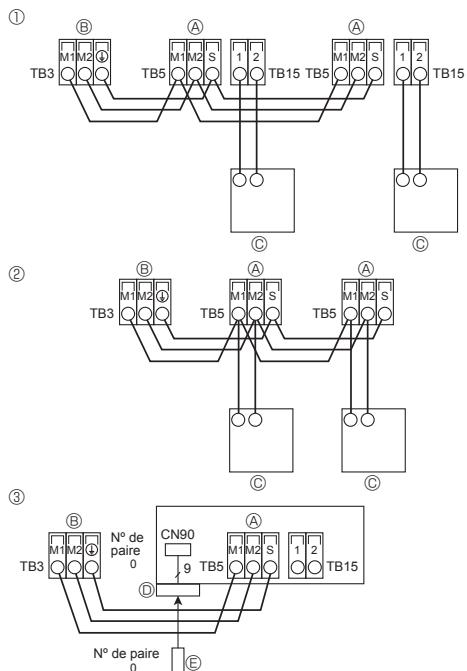
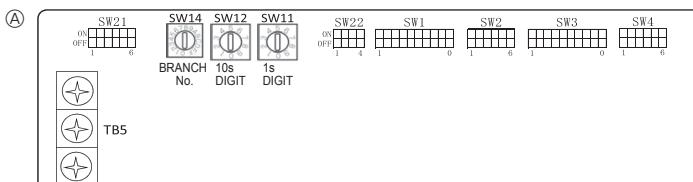

Fig. 5-8
Fig. 5-9
5.6. Réglage des interrupteurs pour différentes hauteurs de plafond (Fig. 5-9)
5.7. Détection de la température ambiante à l'aide du capteur intégré de la commande à distance (Fig. 5-9)
5.4. Raccordement des câbles de la commande à distance et des câbles de transmission intérieurs et extérieurs (Fig. 5-8)
- ① Commande à distance MA
- ② DC de 9 à 13 V entre 1 et 2 (Commande à distance MA)
- ② Commande à distance M-NET
- ③ Télécommande sans fil (lors de l'installation du récepteur de signal sans fil)
5.5. Configuration des adresses (Fig. 5-9)